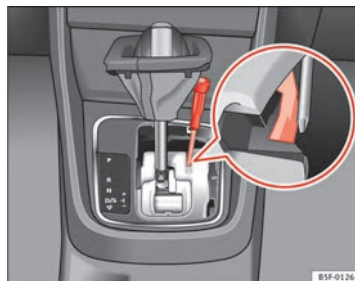

Fig. 93 Palanca selectora: Desbloqueo de emergencia en la posición de aparcamiento
- Con ayuda de un destornillador, presione la pestaña amarilla de desbloqueo lateralmente ⇒ fig. 93 y manténgala presionada.